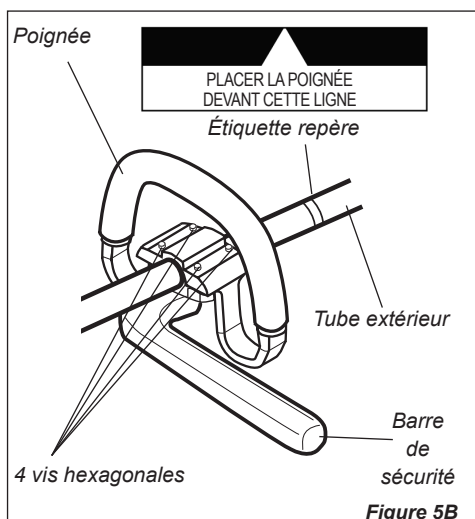

Figure 5B
2. Desserrer les quatre vis hexagonales sur la poignée et faire pivoter la poignée de 90 degrés. Voir figure 5B.